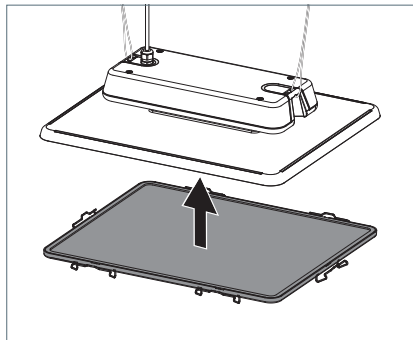

Fig. 12: Posizionamento del vetro di protezione.
- Inserire il vetro di protezione dal basso sull'apparecchio d'illuminazione, vedi Fig. 12.